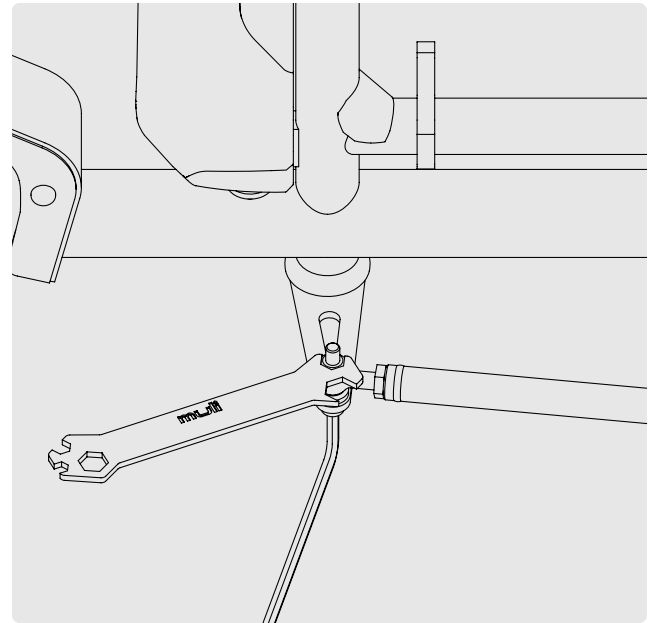

ABB. 11
- 2 Ziehen Sie die Kontermutter mit einem 6er Inbus und einem 13er Mausschlüssel so fest, dass sich der Lenker noch angenehm drehen lässt (Abb. 11).